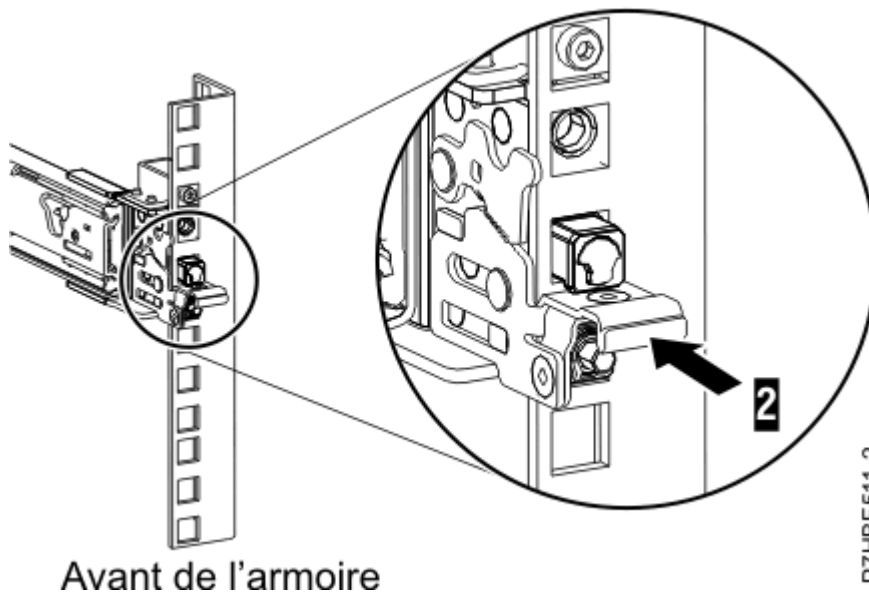

Figure 6. Loquet installé sur la glissière avant de l'armoire
7. Lorsque vous tirez la glissière vers l'avant, vérifiez que les trois broches traversent les trous d'armoire, puis insérez complètement le loquet avant **(2)**. Pour plus détails, voir la Figure 6, à la page 6.